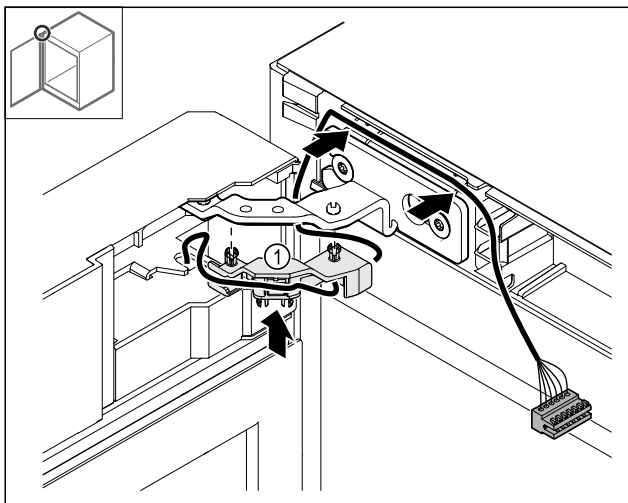

Fig. 49
- ▶ Iespiediet kabeļa stiprinājumu Fig. 49 (1) eņģē.